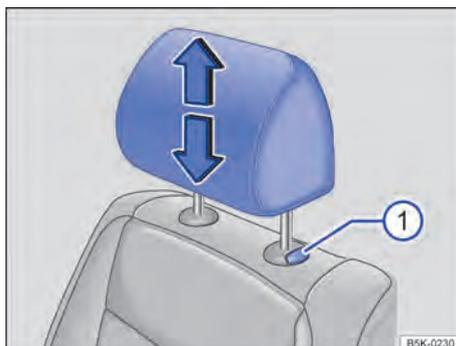
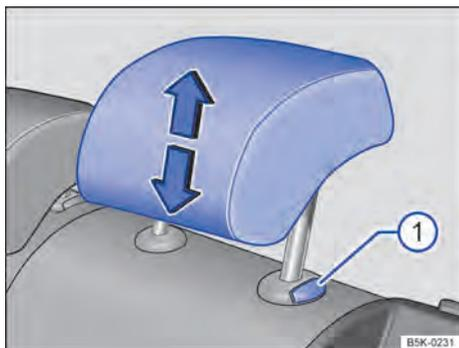

Fig. 54 Ajustar o apoio para cabeça dianteiro.
Fig. 55 Ajustar o apoio para cabeça traseiro.
- Empurrar o apoio para cabeça para cima no sentido da seta ou, com o botão → Fig. 54 ① ou → Fig. 55 ① pressionado, empurrar para baixo → ⚠️.